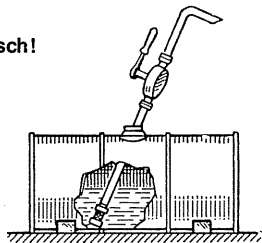
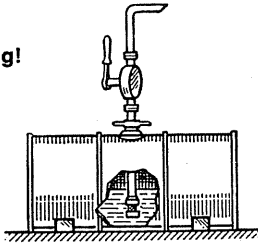

Abb. 93
Abb. 94
- c) Saugpumpe nicht auf den Grund des Fasses stellen (Abb. 93), sondern so am Füllstutzen befestigen, daß der Abstand des Rohrendes zum Faßboden mindestens 10 cm beträgt (Abb. 94).